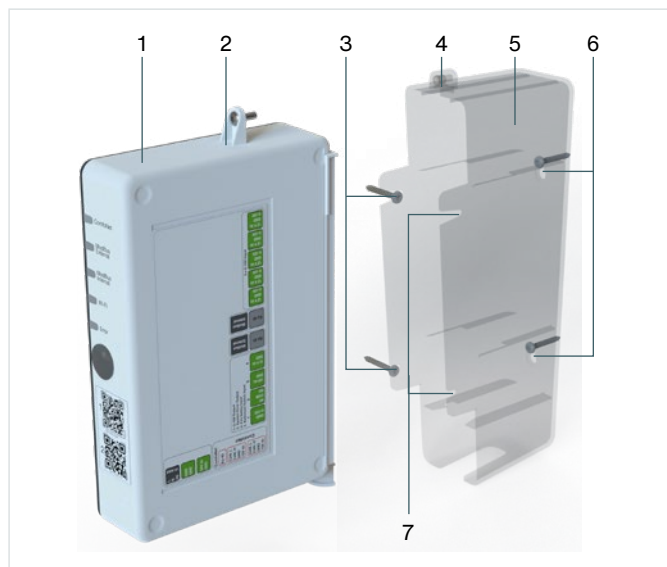

Fig. 5.7 - Montage CM
1. Bevestig de CM-holder (Fig. 5.7, pos. 5) aan de wand (Fig. 5.7, pos. 5, pos. 6 of pos. 7) of aan het plafond (Fig. 5.7, pos. 6) met twee pluggen en schroeven (Fig. 5.7, pos. 4 of 6). Gebruik schroeven die geschikt zijn voor de wand of het plafond.
2. Monteer de CM (Fig. 5.7, pos. 1) in de CM-holder (Fig. 5.7, pos. 5).
3. Draai de schroef (Fig. 5.7, pos. 2) handvast in de CM-holder (Fig. 5.7, pos. 4).
Gebruik voor een wandbevestiging de bevestigingspunten van Fig. 5.7, pos. 3, 6 of 7.
Gebruik voor een plafondbevestiging alleen de bevestigingspunten van Fig. 5.7, pos. 6.